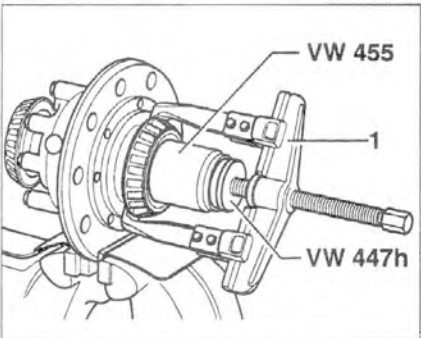

Рис. 5.118. Извлеките оба внутренних кольца конических роликовых подшипников с помощью съемника 1.
2. Извлеките оба внутренних кольца конических роликовых подшипников с помощью съемника 1 (рис. 5.118).